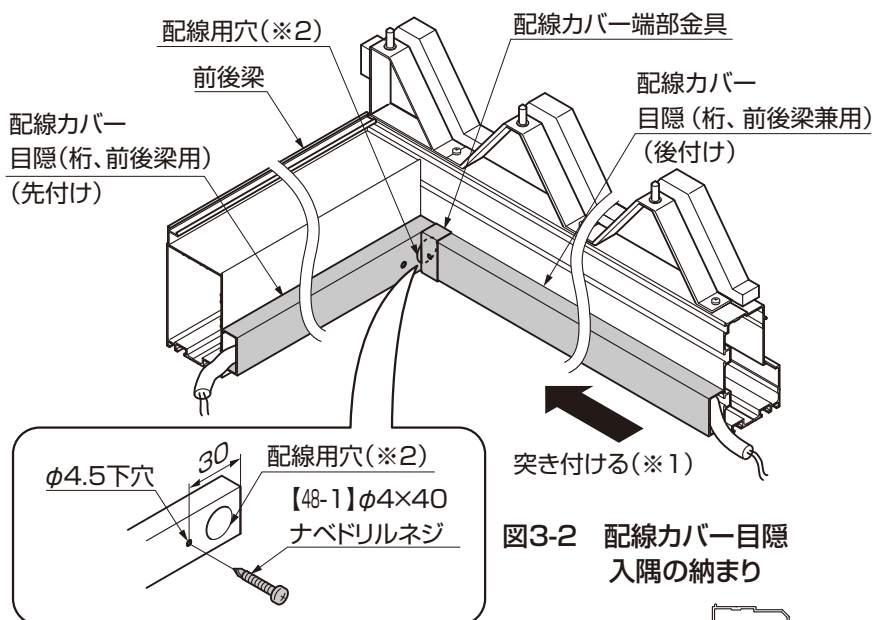

図3-2 配線カバー目隠入隅の納まり
「3. 配線カバー（桁・前後梁兼用）の取付け 3-1 配線カバー目隠（桁・前後梁兼用）の取付け 図3-2」を参照してください。
- 桁・前後梁の入隅における配線カバー目隠（桁・前後梁兼用）は、先付けの配線カバー目隠（桁・前後梁兼用）には、配線カバー端部金具なしで直接取付けて、後付け側は配線カバー端部金具を付けて突きつけて（※1）に取付けてください。（図3-2参照）